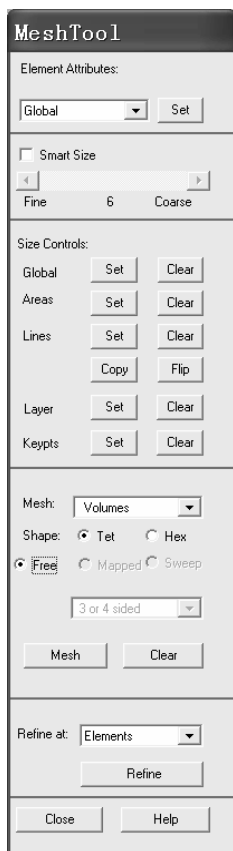

图 1-34 “MeshTool” 窗口
(12) 依次选择 Main Menu>Preprocessor>Meshing>MeshTool，弹出“MeshTool”窗口（见图 1-34）。